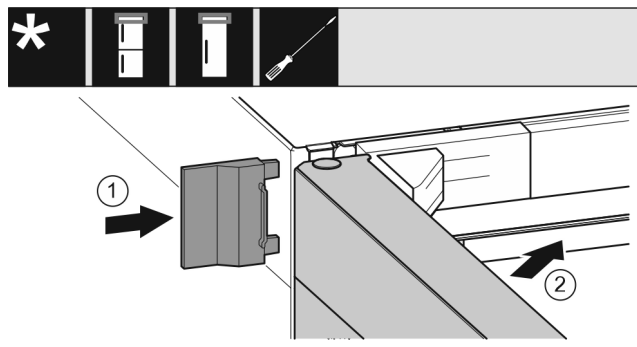

Fig. 21
- Enfiler le cache extérieur. *Fig. 21 (1)*
- Fermer la porte supérieure. *Fig. 21 (2)*